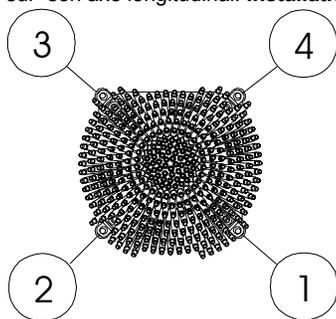

Figure 3
- Engagez la clef Allen fournie avec le dissipateur à travers le trou des pattes de fixation ventilateur, et serrez les vis Allen en nylon. Visser progressivement en croix comme indiqué en figure 3.